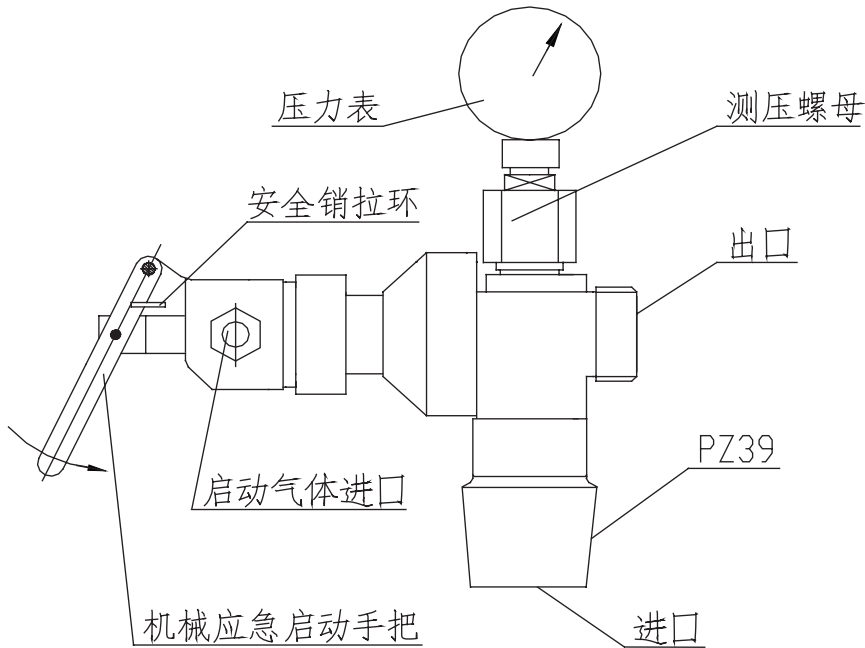

图 5 动力瓶瓶头阀、吹扫瓶瓶头阀
3、动力瓶瓶头阀、吹扫瓶瓶头阀（见图 5）
技术参数及外形：见表 3、图 5。
机械手动：手动拍击手动头（先拉出手动安全卡簧，见图 5）也可开启阀门。